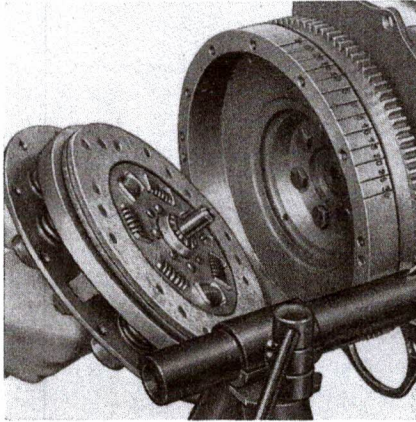

Fig. 17 (seulement le principe)
23. Le remontage de l'embrayage s'effectue en sens inverse du démontage. A cet effet, il faut disposer d'un mandrin de centrage qui sera d'abord introduit dans le disque d'entraîneur puis dans le logement de l'arbre primaire de la boîte de vitesses (figure 17).